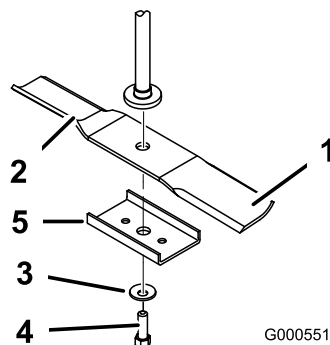

Figura 39
Sujete el extremo de la cuchilla usando un trapo o un guante grueso. Retire del eje el perno de la cuchilla, la arandela curva, el refuerzo de la cuchilla y la cuchilla (Figura 39).
1. Instale la cuchilla en el eje (Figura 39).
2. Instale el refuerzo de la cuchilla, la arandela curva (con la copa hacia la cuchilla) y el perno de la cuchilla (Figura 39).